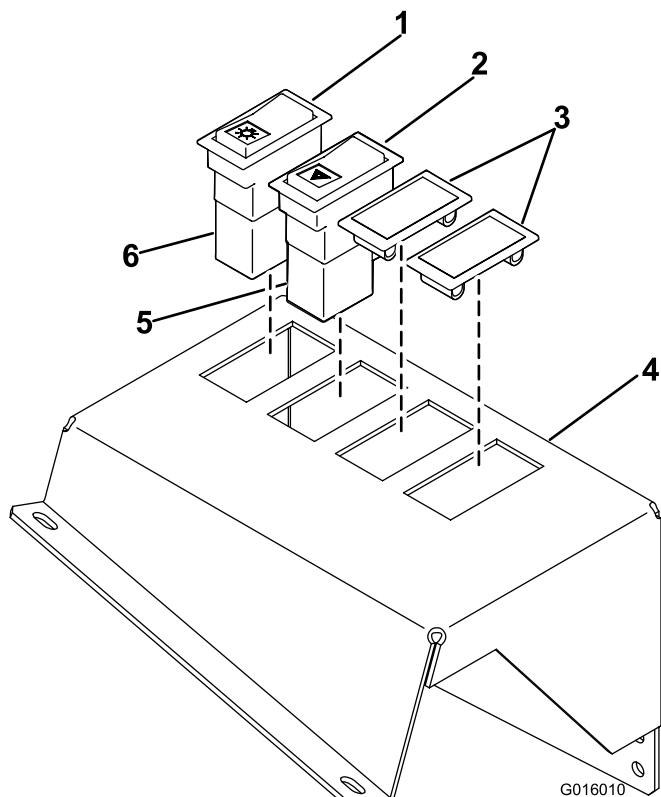

Figura 10
- Introduzca a presión el interruptor de las luces de emergencia, el interruptor de los faros, y 2 tapones en el panel de interruptores, según se indica (Figura 10).